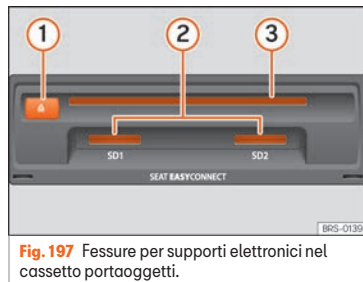

**Fig. 197** Fessure per supporti elettronici nel cassetto portaoggetti.
- Il CD va inserito nell'apposita fessura » » **fig. 197**  fino al punto in cui scatta il meccanismo di auto-introduzione.
Inserire la scheda di memoria compatibile con l'angolo smussato in avanti e la scritta verso l'alto (i contatti verso il basso) nello slot » » **fig. 197** . Quando è inserita